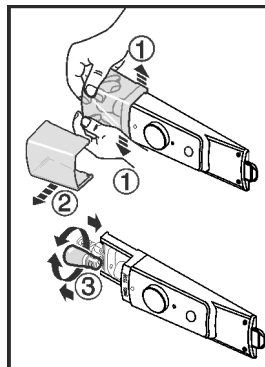

Fig. 10
- ▶ A lámpa fedelét belül, az elülső részen nyomja szét Fig. 10 (1), és húzza oldalra az ábrán látható módon Fig. 10 (2).
- ▶ Cserélje ki a lámpát. Fig. 10 (3)